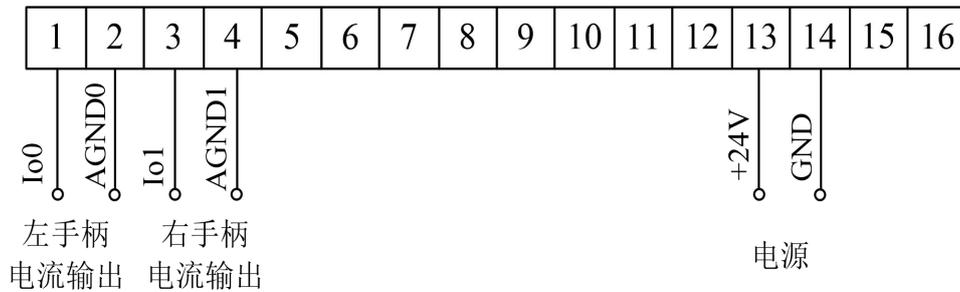
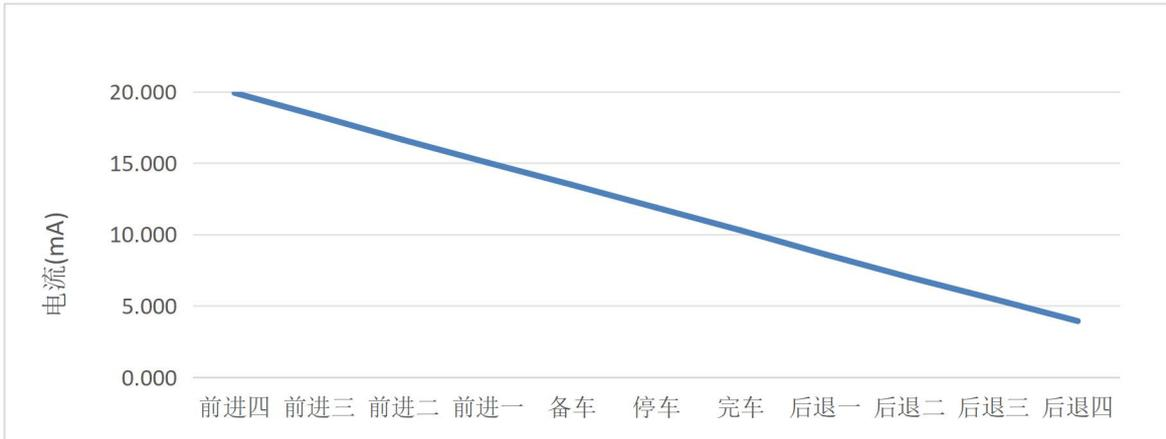

图 2.5 接线图
图 3.1 左右手柄理论电流输出曲线
在 16 位端子排按图 2.5 接线。其中 P1/P2 为左手柄电流输出，P3/P4 为右手柄电流输出，P13/P14 接 24V 稳压电源。
- ① 此操作手柄指针初始位置为正中间（0 刻度处）。此时推进方向对应电位器的电阻值（端子 1、2）为 $2.5K\Omega \pm 10\%$ 。
- ② 接通电源，按图 2.5 所示接线，推动手柄杆，端子 1、2 之间电阻读数为图 3.1 中连续线性变化的输出值。背光灯正常发光，检验完成后，将手柄杆置于 0 刻度处。
- ③ 操作手柄推进、旋转时应该平稳，缓慢推进，避免快速推拉，速度过快形成冲击而损坏操作手柄。
③ 根据本产品使用的配件特性，任何时间段瞬时输入电压不得超过图 2.5 中规定范围的 20%。避免造成瞬间电流过大，烧毁配件。